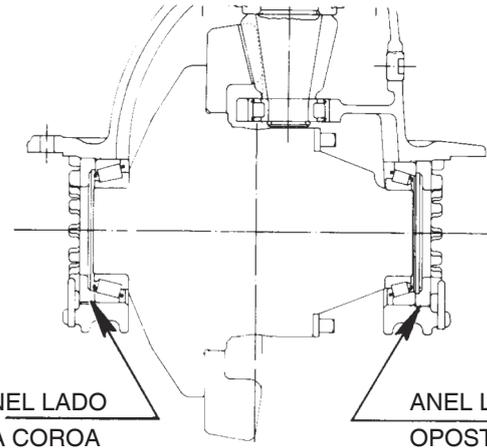

Figura 88
- Montagem da Caixa dos Satélites/Ajuste do Engrenamento. (figura 88)